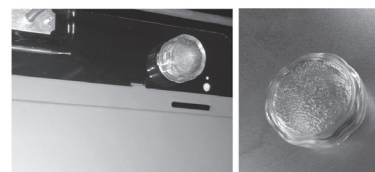

Fig. 6
1. Desenroscar la protección de vidrio del foco. (Fig. 6)